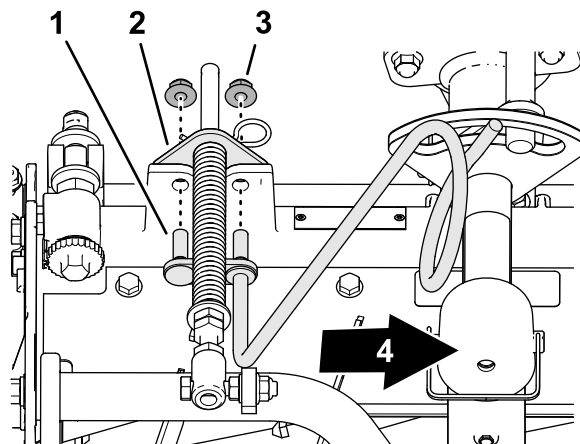

**Figura 15**
3. Alinee los espárragos de la guía de mangueras derecha con los orificios del bastidor de la unidad de corte y del soporte del muelle de compensación (Figura 15).